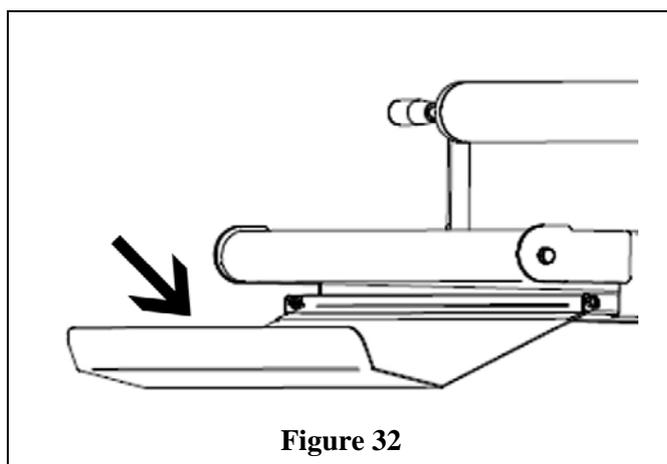

Figure 32
5. Abaissez le plateau et placez-le sur le plan inférieur (Figure 32).